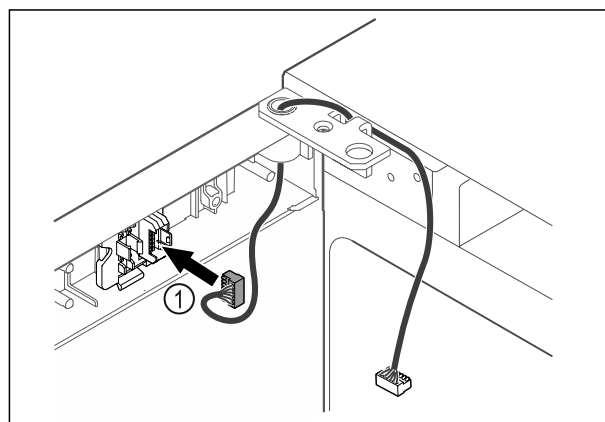

Fig. 66
- Insérer le connecteur Fig. 66 (1) dans le support.